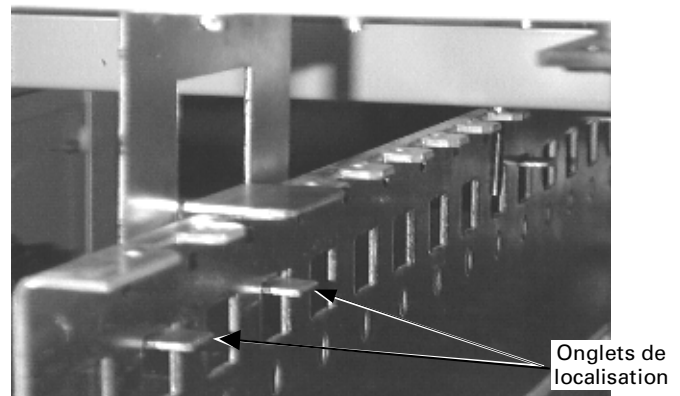

Figure 3. Onglets de localisation de l'interrupteur alignés dans l'intérieur du panneau.
3. **Installer l'interrupteur.** Aligner les onglets de localisation sur le bas de l'interrupteur dans les trous carrés sur les rails de support sur l'intérieur du panneau, tel que montré à la Figure 3. Ouvrir la porte de l'interrupteur et visser à nouveau les vis retirées à l'étape 1 au soutien de montage installé sur le panneau à l'étape 2. Serrer les vis à 27–32 lb.-po.